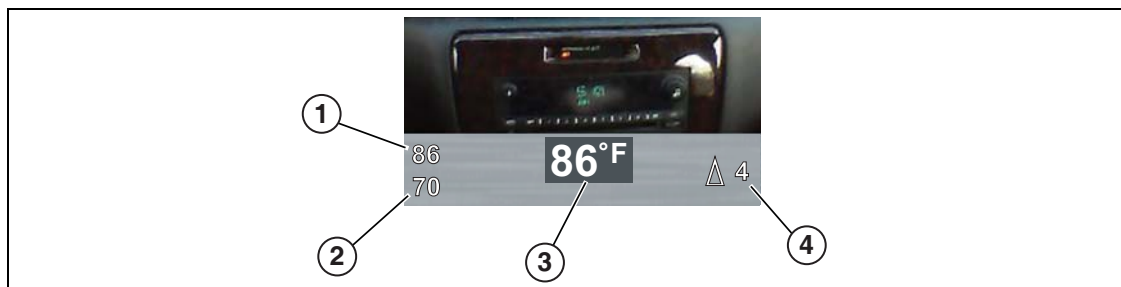

Figura 4-6
3. Apunte el láser a los objetos deseados y lea la medición en la pantalla (Figura 4-6).